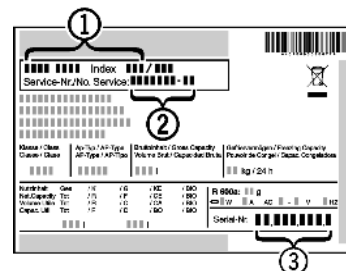

Fig. 6
- ▶ Označení přístroje Fig. 6 (1), servisní číslo Fig. 6 (2) a sériové číslo Fig. 6 (3) naleznete na typovém štítku. Identifikační typový štítek je umístěn na levé vnitřní stěně přístroje.
- ▶ Informujte zákaznický servis a sdělte poruchu, označení přístroje Fig. 6 (1), servisní číslo Fig. 6 (2) a sériové číslo Fig. 6 (3).